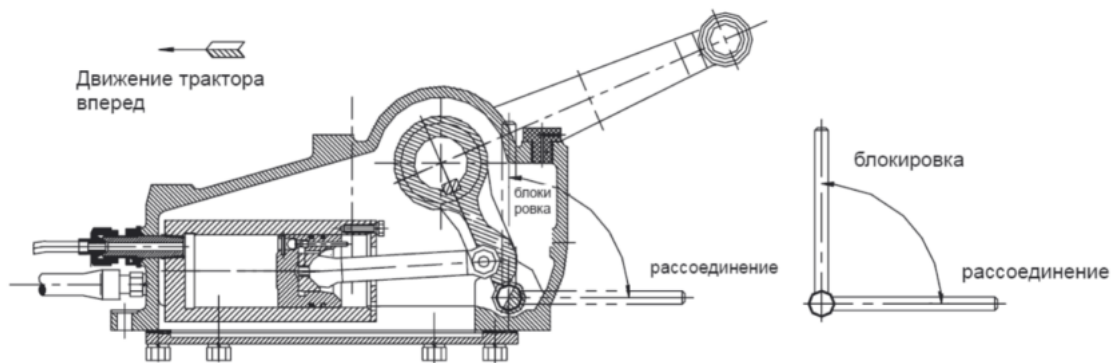

Рис. 2.10. Рычаг блокировки сцепного устройства.
2.3.7. Рычаг блокировки сцепного устройства (установлен в зависимости от комплектации трактора) (рис. 2.10.)